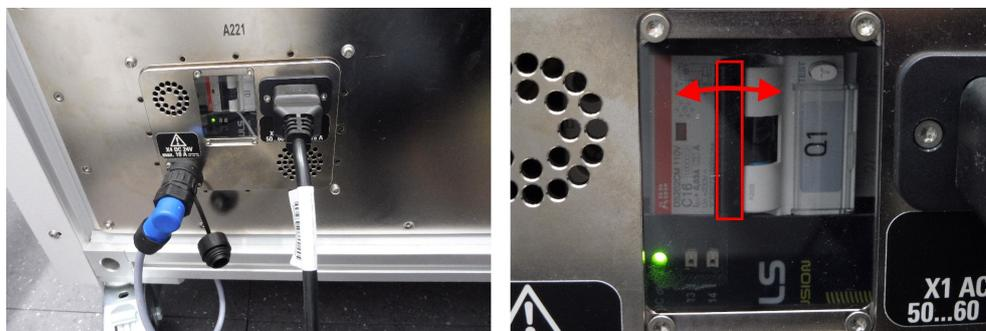

図 9-1: フィードスルーの電源モジュール [A221] (右側の図: サーキットブレーカーのスイッチレバーを赤で強調表示)
3. チャンバーにまだ給電されない場合、サーキットブレーカー（図 9-1）を確認します。